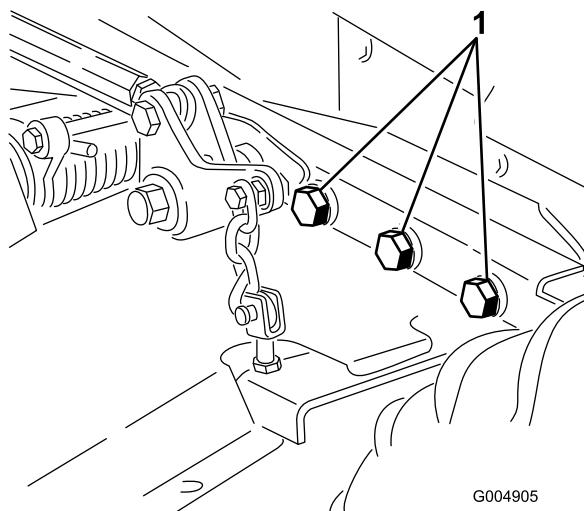

図 101
- ボルトナット類にゆるみがいか点検し、必要な締め付けを行う。特に、刈り込みデッキをトラクションユニットに固定しているボルト6本については、確実にトルク締めする $359\text{ N}\cdot\text{m}$ 図 101。